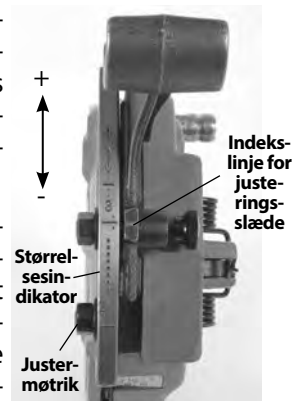

Figur 16 – Indsættelse af bakker
3. Tag bakkerne ud af skærehovedet. Indsæt de korrekte bakker i skærehovedet med den nummererede kant opad. Numrene på bakkerne skal svare til numrene på gevindskærehovedåbningerne (se Figur 16). Bakkeåbningerne har en kuglslået, der går i indgreb med rillen på bakkerne, når de er korrekt installeret. Udskift altid bakkerne i sæt – undgå at blande bakker fra forskellige sæt.